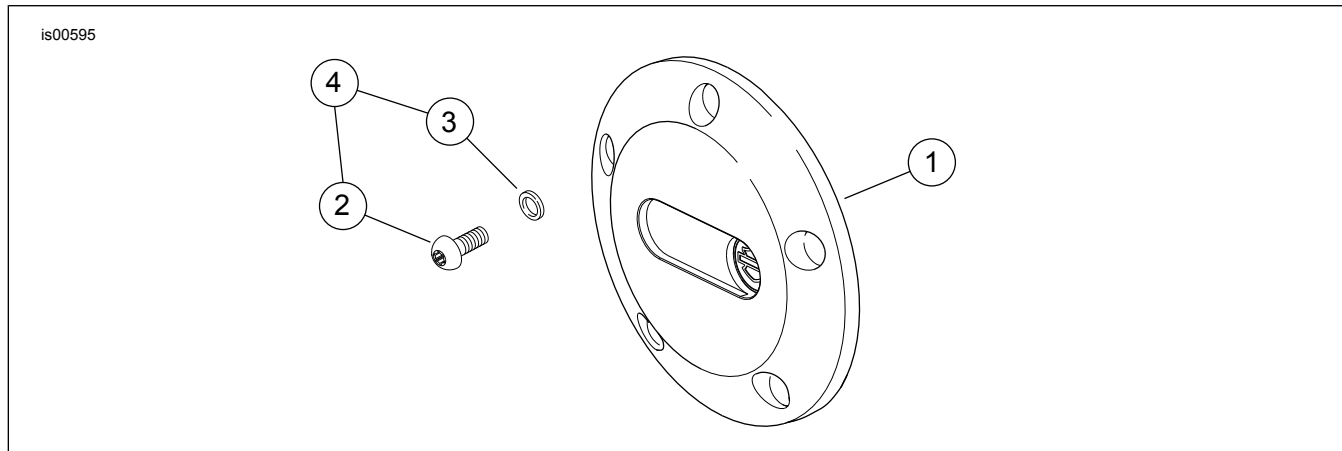

Figure 2. Trappe d'embrayage Aluminator
Voir Figure 2 et Tableau 1.
- b. Voir Figure 2. Placer une rondelle (3) du kit sur les filets de l'une des **nouvelles** vis (2). Insérer les filets de la vis dans le trou supérieur de la trappe d'embrayage et visser soigneusement jusqu'au bout dans le trou de forme triangulaire du joint. Ne pas pousser la vis dans le trou.